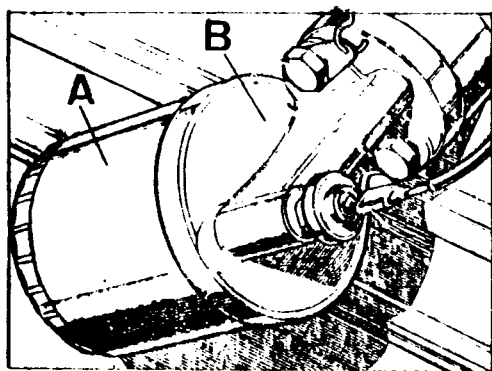

Fig. A3-25 Desmontaje del filtro integral
- 3.2. Desenroscar el conjunto filtrante, A (Fig. A3-25) con su junta de cierre y desecharlo.